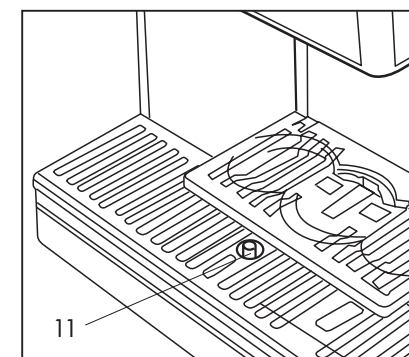

Fig. 17
Quando il galleggiante di livello della vaschetta rosso (11) sporge dal foro (Fig. 17) significa che l'acqua di raccolta nella vaschetta sta superando il livello massimo.